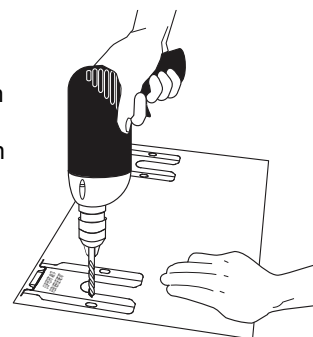

Fig. 6
- b. **Perçage d'avant-trous et fixation du support** - Percez un avant-trou de 0,3 cm (1/8 po) à l'endroit où les vis seront insérées (fig. 6). Si le support doit être monté sur le mur, percez les avant-trous dans un angle descendant d'environ 20°. Si le support doit être installé sur un plancher en béton ou en céramique, percez des avant-trous de 0,5 cm (3/16 po) et d'une profondeur de 4,5 cm (1-3/4 po). Les vis fournies peuvent être utilisées dans le bois ou dans le béton. Servez-vous d'un tournevis à douille de 5/16 po ou d'un tournevis à lame plate pour viser le support.